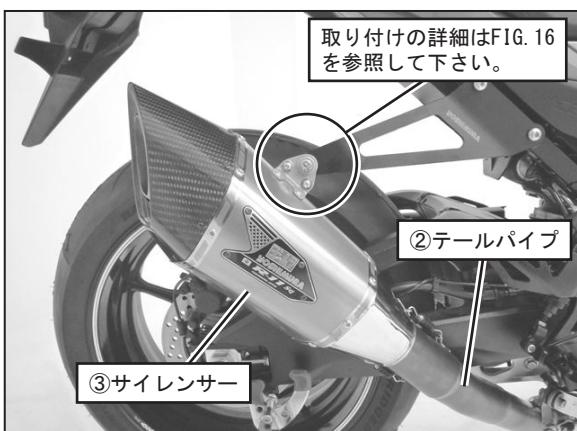

FIG. 15
- 1 5. ③サイレンサーを②テールパイプに取り付け、⑩キャップボルトM8×30、⑬平ワッシャM8×20、⑭平ワッシャM8×26、⑯フランジナットM8を使用して⑥サイレンサーステー#2を⑤サイレンサーステー#1に仮締めして下さい。 (FIG. 15, 16参照)